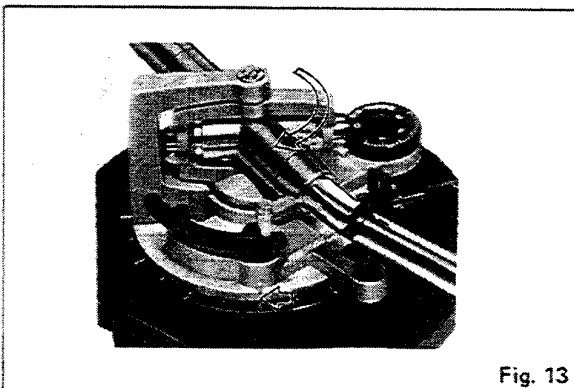

Fig. 13
4. Adjust the arm base so that the red line mark on the arm base is set to the scale "3" of the control ring. Next, secure the positioning base plate with two setscrews. (See Fig. 13)
Stellen Sie den Antiskating-Einsteller auf den gleichen Wert ein, wie den Aufdrückdruck. (Vgl. Abb. 13.)